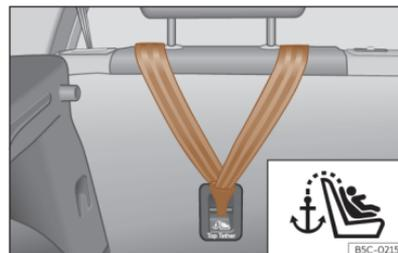
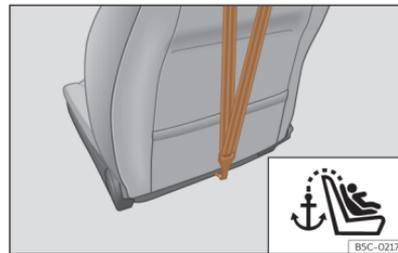

Fig. 57 Parte posterior de los asientos traseros: anclaje para el cinturón Top Tether.
Fig. 58 Parte posterior del respaldo del asiento del acompañante: anclaje para el cinturón Top Tether (no disponible en todos los mercados).
- Deslice la correa y fíjela correctamente con el anclaje de la parte posterior del respaldo >>> **fig. 57** , >>> **fig. 58**.